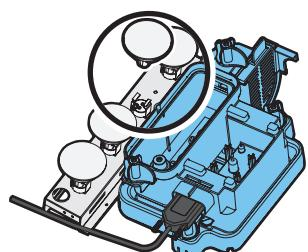

Fig.4
7. Retire la bombilla defectuosa, levantándola verticalmente con suavidad y desenganchando las clavijas del portalámparas (Vea las Fig. 4 y 5). Sustitúyala por una bombilla de color Optimyst Dimplex, 12 V, 45 W, base GU5.3 y ángulo de haz de 8°. (Adquiera las bombillas de su proveedor)
8. Inserte con cuidado los dos pernos de la nueva bombilla en los dos orificios del portalámparas. Empújela firmemente en su lugar. (Vea las Figs. 4 y 5).